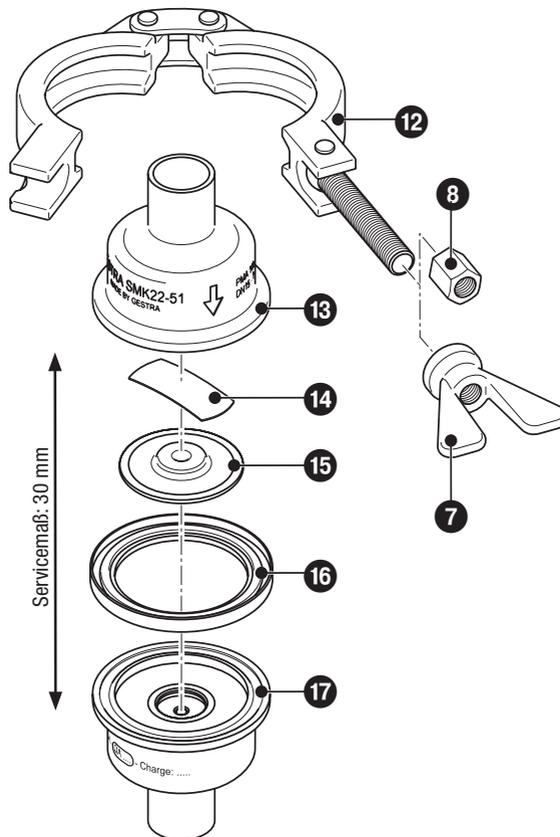
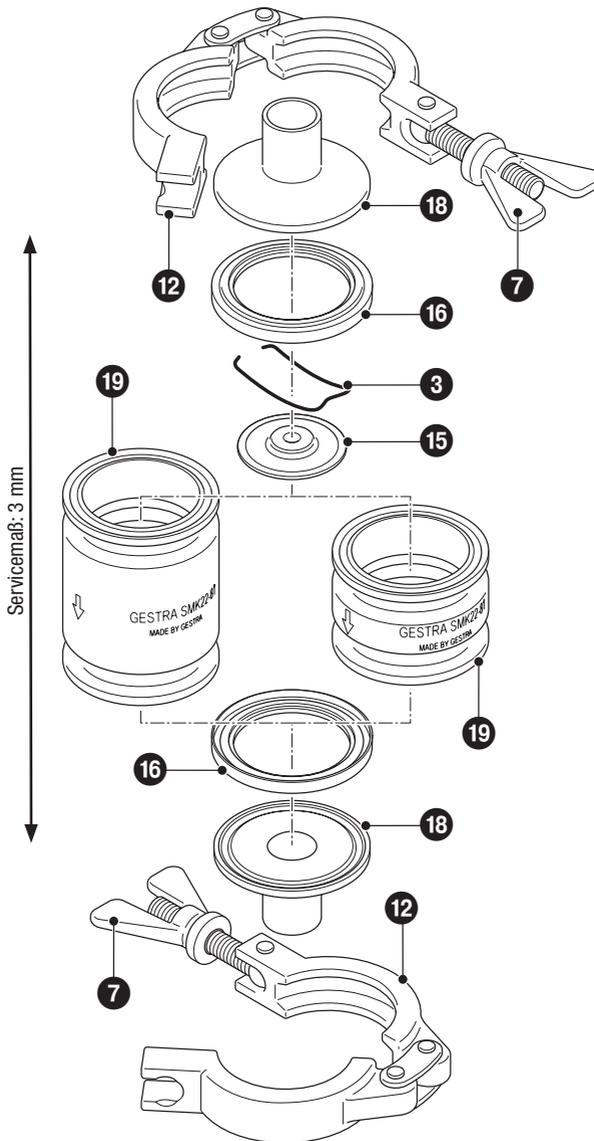

Fig. 8
Fig. 9
1. Sechskantmutter **8** oder Flügelmutter **7** der Gelenkklammer **1** / **12** lösen und Gelenkklammer entfernen. **Fig. 6, Fig. 8, Fig. 9**